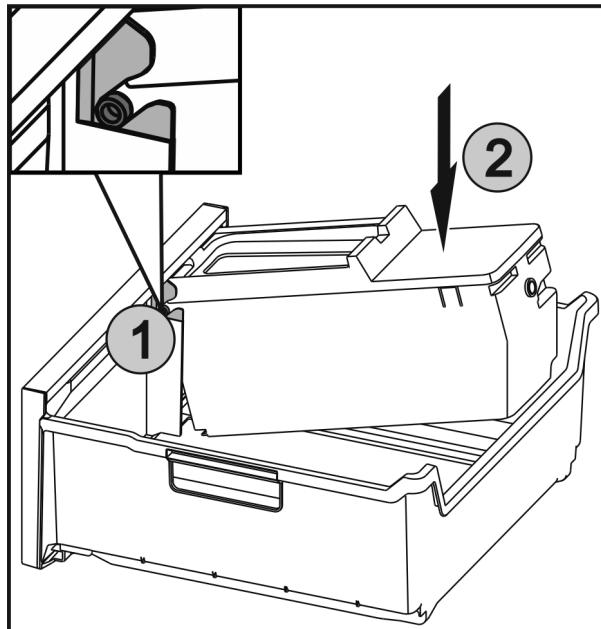

Fig. 59
- Skyv akslene Fig. 59 (1) på EasyTwist-Ice inn i sporene, og trykk bak Fig. 59 (2) helt til bøylen låses på plass.